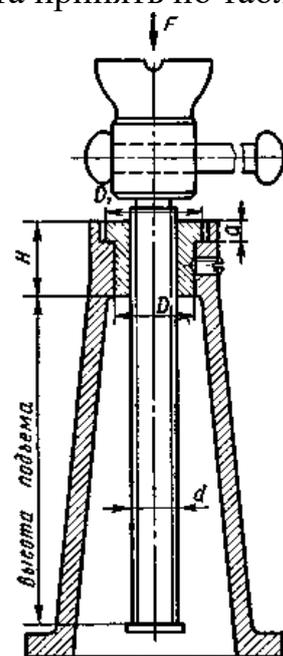

Рисунок 31. (к задаче 100)
**Задача 100.** Рассчитать винтовую пару домкрата (рис. 31) грузоподъемностью F. Материал винта — сталь 45 нормализованная, материал гайки — бронза БрАЖ9-4. Резьба трапецеидальная, однозаходная с коэффициентом рабочей высоты профиля  $s = 0,5$ . Гайка цельная с коэффициентом высоты  $\psi_H = 1,8$ . Данные своего варианта принять по табл. 45.